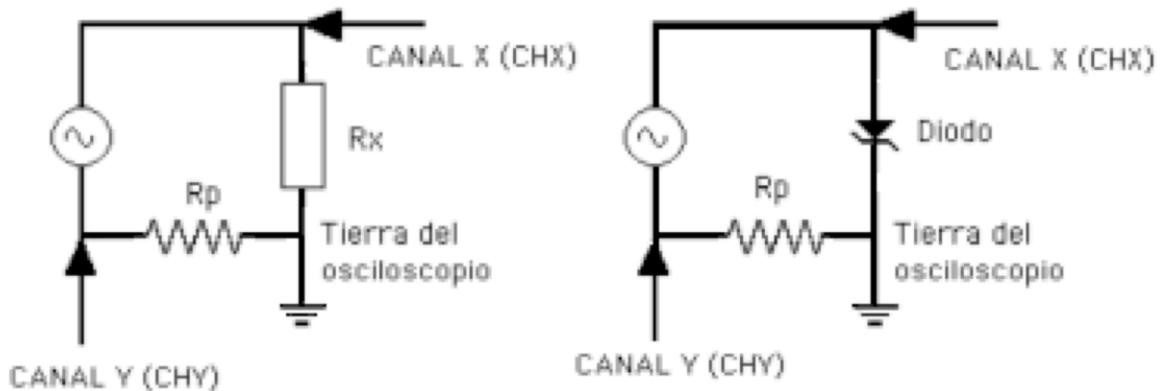

Figura 2.- Circuito para obtener las características corriente-voltaje de elementos de dos terminales en la pantalla de un osciloscopio.
7.- En la Figura 2 se muestran los circuitos básicos para obtener la característica corriente-voltaje de dos elementos de dos terminales en la pantalla de un osciloscopio. Responda las siguientes preguntas:
- ¿Qué polaridad (positiva o negativa) va a tener la señal aplicada al canal Y (vertical) en los circuitos de la Figura 2 y qué polaridad va a tener la señal aplicada al canal X (horizontal)?
17.- Monte el circuito de la Figura 2.a con los valores indicados en el Prelaboratorio. El objetivo es obtener la característica corriente-voltaje de Rx en la pantalla del osciloscopio.
22.- Monte el circuito de la Figura 2.b con los valores indicados por su profesor en el Prelaboratorio. El objetivo es obtener la característica corriente-voltaje del zener en la pantalla del osciloscopio.